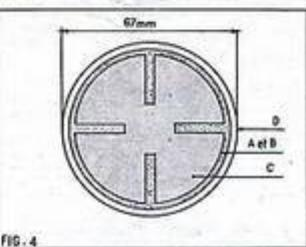

FIG. 4
La cellule nue est présentée figure 4. C'est un disque de 67 mm de diamètre, très plat (2 mm d'épaisseur environ). La pièce principale de notre boîtier est constituée par une boîte en matière plastique ayant 67 mm de diamètre intérieur. Nous avons utilisé une boîte vide ayant contenu un ruban de 13 mm pour machine à écrire. Par ses dimensions et sa nature (matière plastique), la dite boîte convient à la perfection. En son centre et à l'intérieur, on perce un trou de 3 mm de diamètre. Dans ce trou, on fixe une borne (F) à l'aide d'une vis à métaux en cuivre, de 3 x 15, avec ses deux écrous, également en cuivre. A l'intérieur de la boîte, et sous un écrou de la borne F, on fixe une petite bande de cuivre de 2/10 d'épaisseur maximum, et érosé (de façon qu'elle soit très élastique). Au préalable, on la nettoie parfaitement avec de la toile d'émeri fine, et on lui donne la forme d'en U (comme indiqué en G sur la figure 5). Cette bande de cuivre, entrera en contact ferme, tout en demeurant doux, sur la face postérieure de la cellule. Afin de pouvoir orienter la cellule dans toutes les directions, de manière qu'elle soit apte à capter le maximum de lumière lors de son utilisation... Nous avons monté ce boîtier sur un ancien détecteur à galène (H). La seule petite modification à apporter à ce détecteur est de remplacer son chercheur par une cosse à souder à trou de 3 mm (E), soudée elle-même au bras du détecteur, et fixée par son trou sous la borne F. Le détecteur H est fixé sur une petite planchette en matière isolante (bakélite, fibre, etc.) (J). Dans du cuivre de 2/10 d'épaisseur maximum, et déroulé, on découpe une pièce conforme à la représentation de la figure 6 (K et R). Une fois réalisée, cette pièce devra être soigneusement nettoyée avec de la toile d'émeri fine. La partie K de cette pièce viendra en contact franc avec le collecteur (D) de la cellule photo-électrique. Sa languette (R), constitue le pôle négatif (-) de la cellule. On connecte électriquement la dite languette à une borne fixée sur la planchette (J) comme nous-mêmes nous